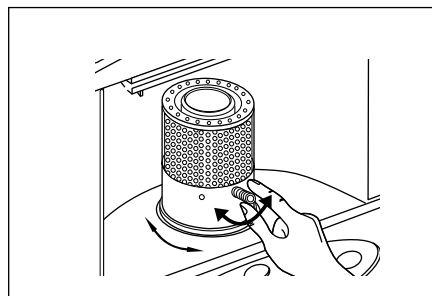

Fig. 4
7. POSITIONNEZ LE BRÛLEUR (Fig. 4)